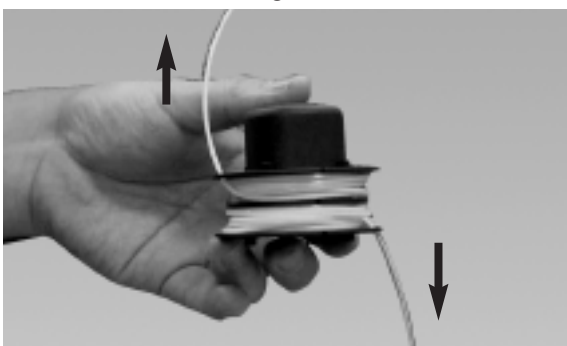
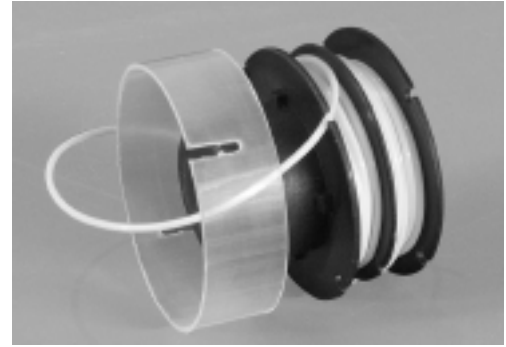
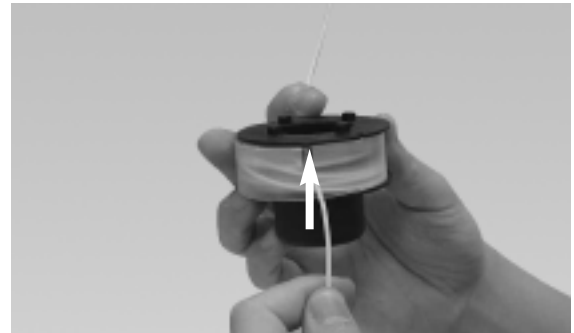
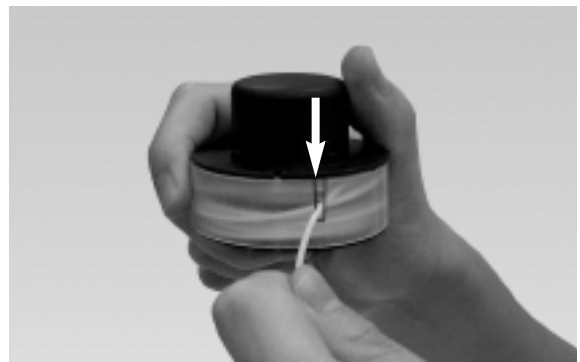

Fig. 22
Fig. 23
Fig. 24
Fig. 25
6. Ajuste los extremos de la línea en las ranuras opuestas en el rotor (Fig. 22) Coloque el retenedor de línea de plástico transparente de nuevo sobre la línea y el rotor (Fig. 23) Jale la línea hasta la ranura inferior en el retenedor de la línea de plástico transparente (Fig. 24) Jala la línea superior hacia la ranura superior (Fig. 25).